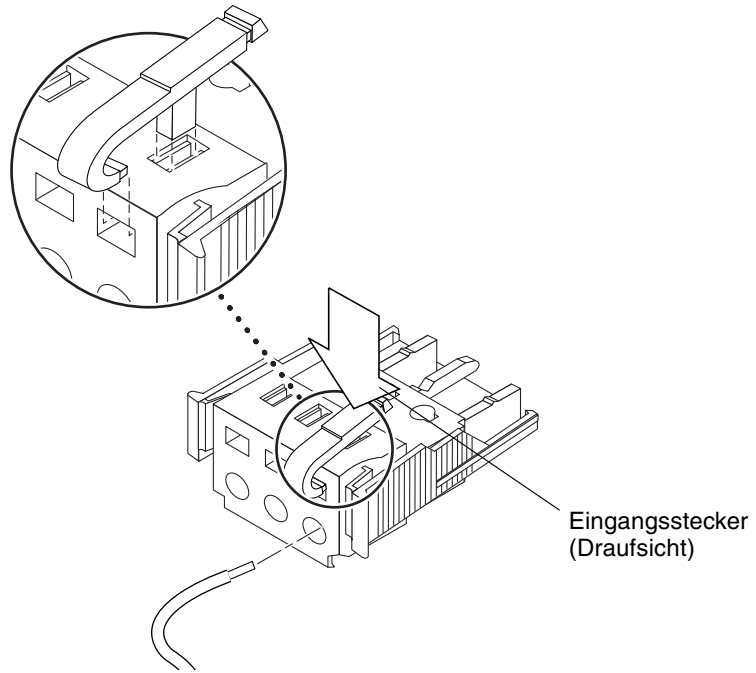
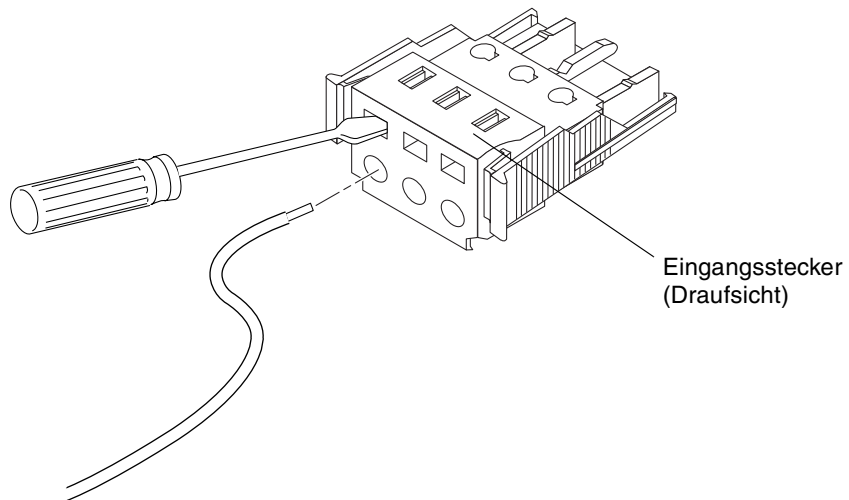

ABBILDUNG 5-3 Öffnen der Gleichstromstecker-Gehäuseklemme mithilfe des Gehäuseklemmenhebels
ABBILDUNG 5-4 Öffnen der Gehäuseklemme mit einem Schraubendreher
- Führen Sie die Spitze des Lösehebels für Gehäuseklemmen in die rechteckige Öffnung direkt über der Öffnung am Gleichstromeingangstecker, an dem Sie den ersten Draht befestigen möchten. Drücken Sie den Lösehebel für die Gehäuseklemmen nach unten (ABBILDUNG 5-3).
- Fahren Sie mit einem kleinen Schlitzschraubendreher in die rechteckige Öffnung unmittelbar über der Öffnung im Gleichstromstecker, in die Sie den ersten Draht einführen möchten, und drücken Sie dann den Gehäuseklemmenhebel nach unten (ABBILDUNG 5-4).
Wenn Sie einen Draht aus dem Gleichstromstecker lösen müssen, setzen Sie den Lösehebel für die Gehäuseklemmen oder einen kleinen Schraubendreher in die Öffnung direkt über dem Draht ein, und drücken Sie den Hebel oder den Schraubendreher nach unten (ABBILDUNG 5-3 und ABBILDUNG 5-4). Ziehen Sie den Draht aus dem Gleichstromstecker heraus.